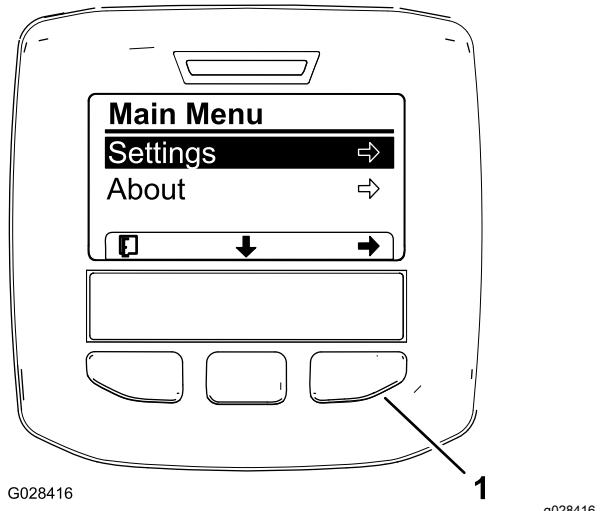

Figure 20
3. Appuyez sur le bouton de sélection central pour accéder au menu principal (Figure 20).
5. Appuyez sur le bouton de sélection gauche pour sauvegarder votre ou vos choix, quitter le menu Réglages et retourner au menu principal (Figure 20).
- Appuyez sur le bouton de sélection gauche pour quitter le menu Réglages et retourner au menu principal (Figure 20 et Figure 22).